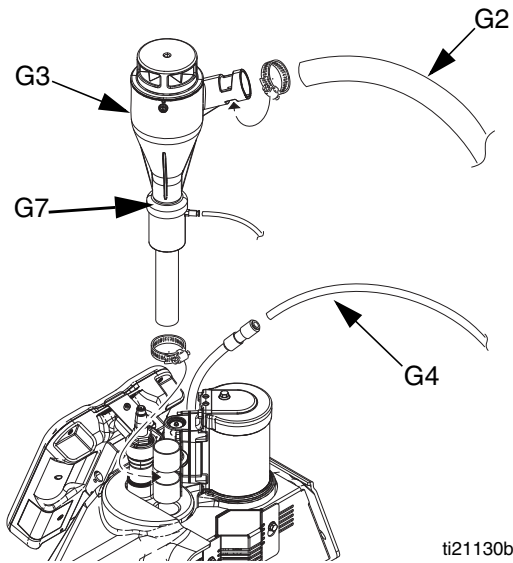

FIG. 7
2. Instale un embudo de entrada de transferencia de vacío (G3) en el sistema. Consulte FIG. 7.
3. Introduzca la manguera transparente de transferencia de vacío de diámetro externo de 33 mm (1,3 pulg.) (G2) en la entrada del embudo de transferencia de vacío (G3) y sujete con la abrazadera de la manguera suministrada. Consulte FIG. 7.
4. Conecte la línea de aire larga suministrada de 3/8 pulg de diámetro externo. (G4) en el racor de conexión a presión de 3/8 pulg. de la línea de aire del sistema. Consulte FIG. 7.